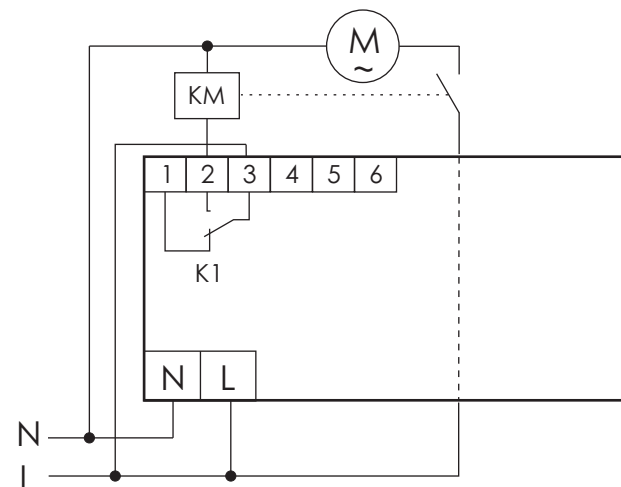

Рис.2 Типовая схема включения изделия AZD-1.
1. Собрать схему в соответствии с рис.2